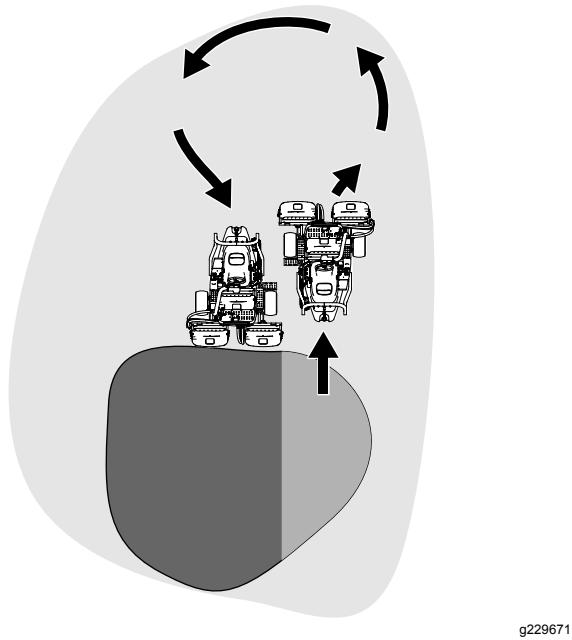

Figura 22
6. Per ridurre i tempi operativi e facilitare l'allineamento per la passata successiva, sterzate momentaneamente la macchina nella direzione opposta, quindi sterzatela nella direzione della porzione non tagliata. Questo movimento delinea una curva a goccia (Figura 22) che allinea rapidamente la macchina per la passata successiva.